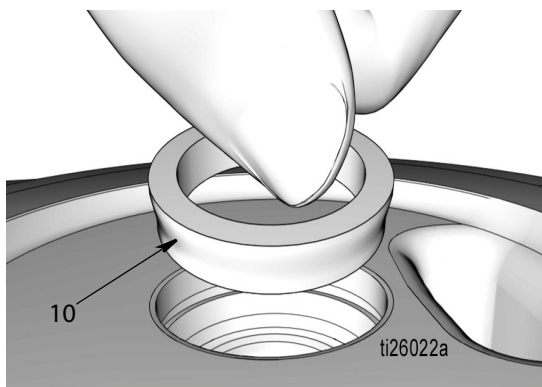

Рис. 37
- i. Установите распорную деталь конического сечения (10), скошенной стороной обращенной вниз, как показано на Рис. 37.